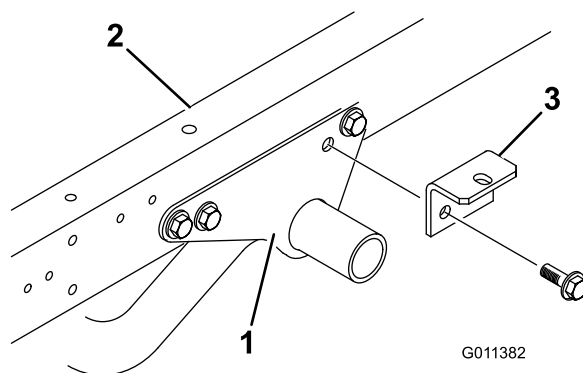

Figura 5
1. Remova os 2 parafusos de cabeça flangeada e as porcas de bloqueio flangeadas fixando a parte de trás de cada suporte de montagem do chassis do motor a cada lado do chassis do veículo (Figura 5).
2. Fixe sem apertar um suporte de acessórios a cada suporte de montagem do chassis do motor e chassis do veículo com os 2 parafusos de cabeça flangeada e as porcas de bloqueio flangeadas previamente removidos (Figura 5).